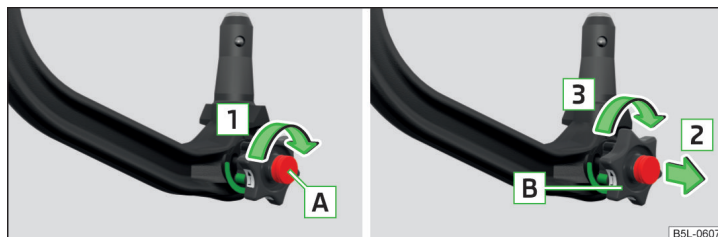

Fig. 148 Déverrouiller la serrure/Extraire et tourner la molette
- Tournez la clé [A] dans le sens de la flèche 1 jusqu'à la butée » fig. 148.